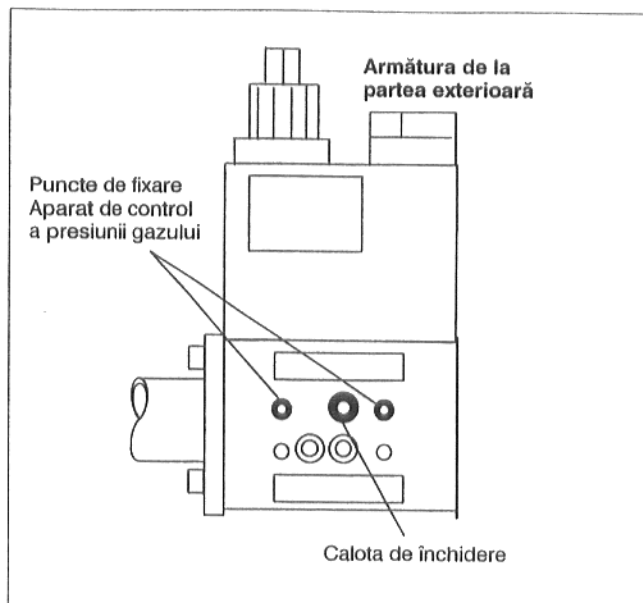
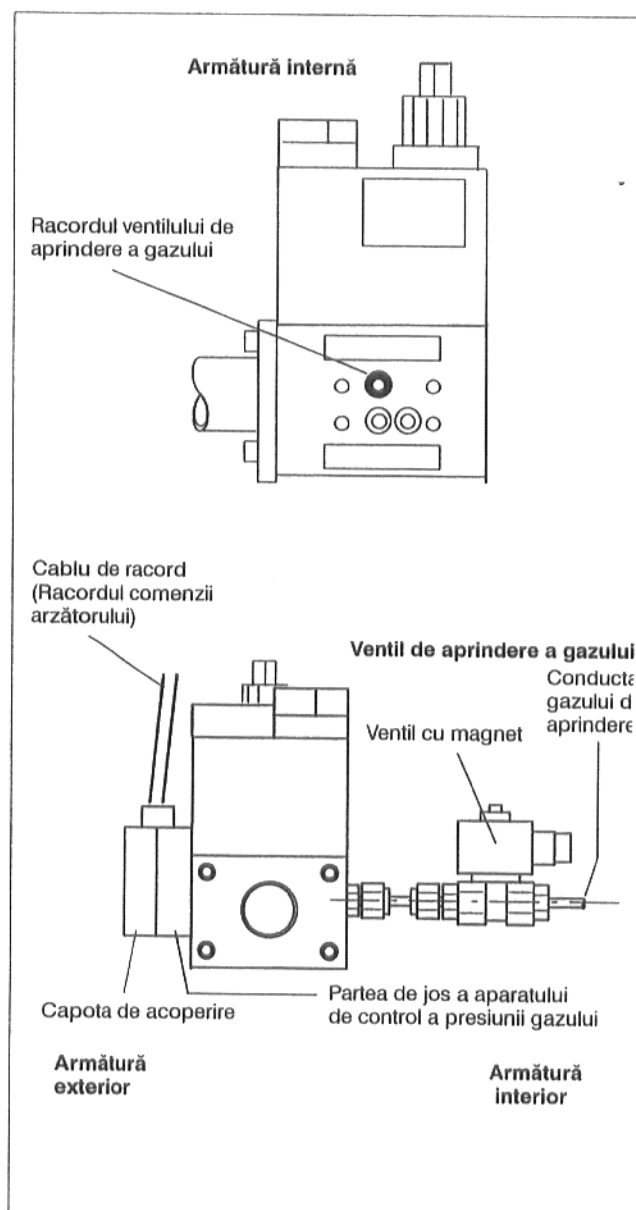

Fig 49: Armătura de la partea exterioră
Fig 50
- Armătura calotei de închidere (**exterior**) se scoate afară cu ajutorul unei chei hexagonale (Fig. 49).
- Inelul în formă de O anexat aparatului (se găsește împachetat sub capota de acoperire) se montează în locul calotei de închidere (Fig. 49).
- Platforma aparatului de control a presiunii se va monta la armătură cu ajutorul șuruburilor prevăzute pentru aceasta (Fig 49). Cablul de legătură a aparatului cu comanda arzătorului se găsește pe **partea superioară** (Fig. 50).
- Ventilul de aprindere a gazului se va monta la armături (**interior**) și la arzătorul de aprindere (Fig 50).